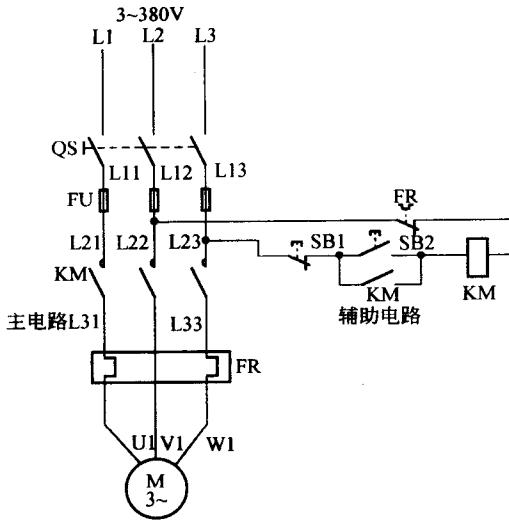

图 1-2 电动机的电气原理图
电动机的电气原理图包括主电路图和控制电路（也称辅助电路）图两大部分。主电路中通过的电流较大，主要是对电动机供电，通常用粗实线画在图纸左边或上部（图 1-2），它受控制电路的控制。
控制电路主要是对控制电器供电，它是控制主电路动作的电路，一般用细实线画在图纸右边或下部（图 1-2）。
(1) 看主电路的步骤：①看主电路中电动机的起动方式有无正反转、调速和制动等要求；②看主电路中电动机是用什么电器控制的（图 1-2 中电动机用一接触器 KM 控制）；③看主电路中还接有什么电器，这些电器起什么作用。通常，主电路中除了电动机和控制电器之外，还有电源开关、熔断器、热继电器等。图 1-2 中 QS 是电动机的电源开关，用以控制电源；FU 是熔断器，作为电动机的短路保护装置；FR 是热继电器，作为电动机的过载保护装置；④看电源。要了解主电路的电源电压是 380 V 还是 220 V。
(2) 看控制电路的步骤：①看电源。首先要看清电源是交流电源还是直流电源，其次要看清电源是从何处接来，电压有多大。通常，从主电路的两根相线上接来的电源，其线电压为 380 V；从主电路的一根相线和一根地线上接来的电源，其相电压为 220 V。此外，从变压器上接来的电源，其电压有 127 V、36 V、24 V 或 6.3 V 等几种。在图 1-2 中，控制电路的电源线从主电路的两根相线上接来，其电压为 380 V；②根据控制电路的回路研究主电路的动作情况。在一般电路图中，整个控制电路构成一条大回路，大回路又分为几条独立的小回路，每一条小回路控制一个用电设备或一个电器的一个动作。在图 1-2 中，控制电路只有一条回路。按下启动按钮，接通原来断开的电路，电流进入接触器的线圈 KM，主电路中的主触头闭合，于是电动机接入电源而运转。按下停止按钮，电路断开，KM 断电，接触器释放，主触头断开，于是电动机被切断电源而停止运转。这就是开关（或按钮）→接触器（或继电器）